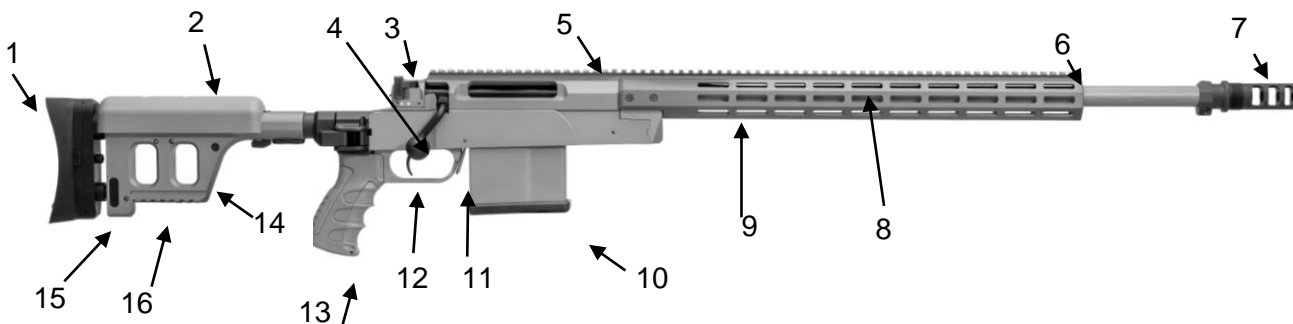

Bild 2
2.4 Gesamtansicht mit Bedien- und Funktionsteilen (Bild 2)